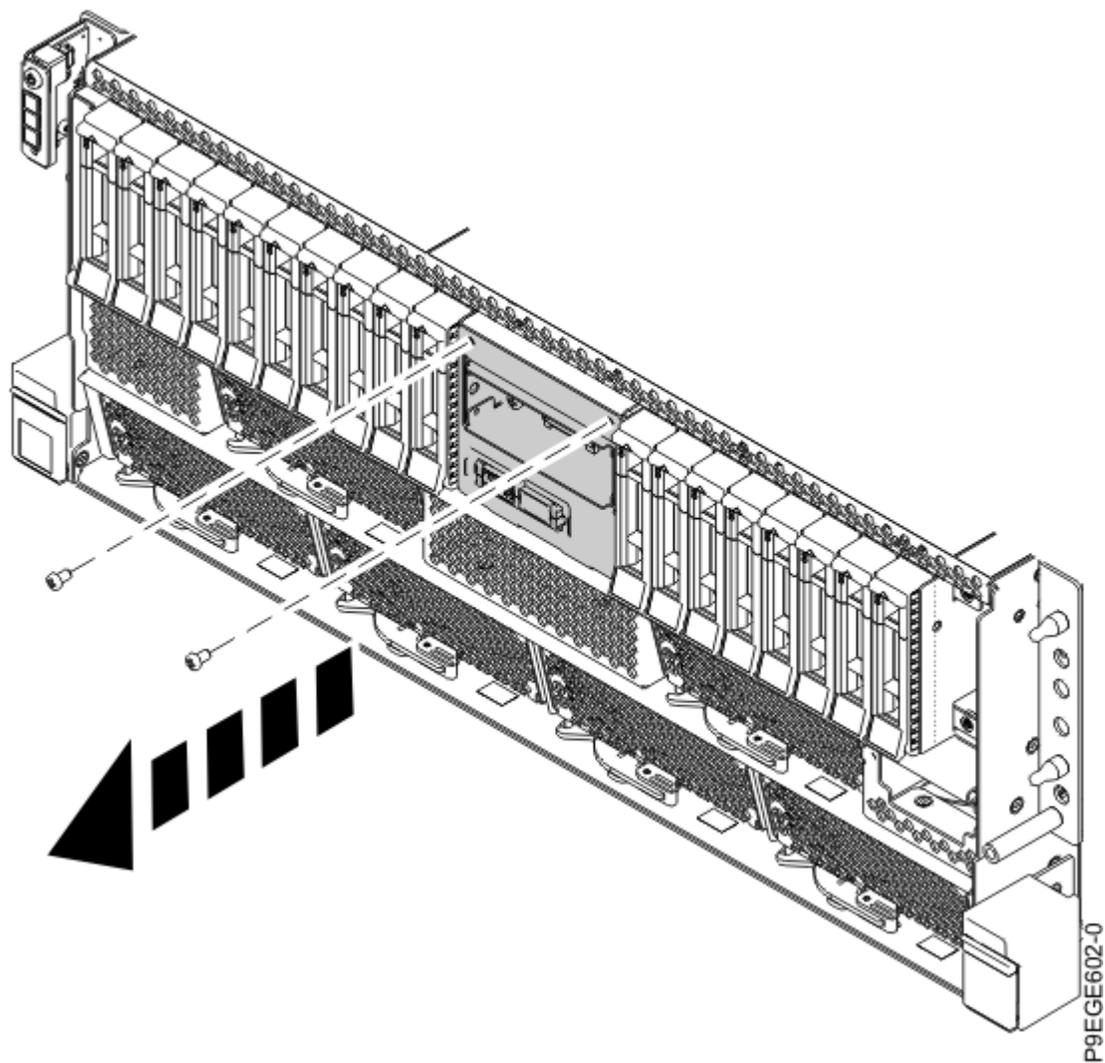

Figura 112. Extracción del receptáculo de la pantalla del panel de control de la abrazadera para un sistema montado en bastidor
6. Para el sistema montado en bastidor, extraiga los dos tornillos **(A)** que fijan el receptáculo de la pantalla del panel de control al chasis, tal como se muestra en la Figura 112 en la página 119.
7. Para el sistema autónomo, extraiga los dos tornillos **(A)** que fijan el receptáculo de la pantalla del panel de control al chasis, tal como se muestra en la Figura 112 en la página 119.